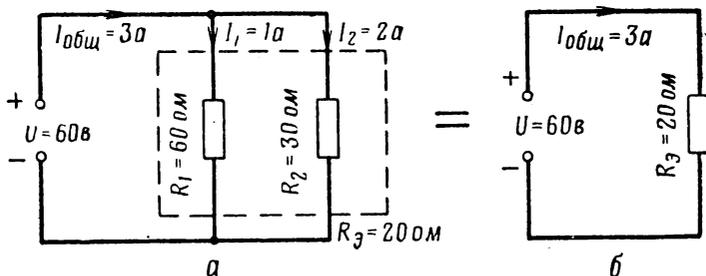

Рис. 28. Замена параллельно включенных резисторов эквивалентным сопротивлением:
На рис. 28, а пунктиром обозначено эквивалентное сопротивление цепи  $R_3$ , состоящей из двух параллельно включенных резисторов  $R_1$  и  $R_2$ .
Нагрузка, подсоединенная к источнику напряжения, такая же, как если бы одно эквивалентное сопротивление 20 ом было подключено к зажимам общей линии (рис. 28, б).
Определим по формуле (23) величину эквивалентного сопротивления схемы (рис. 28):